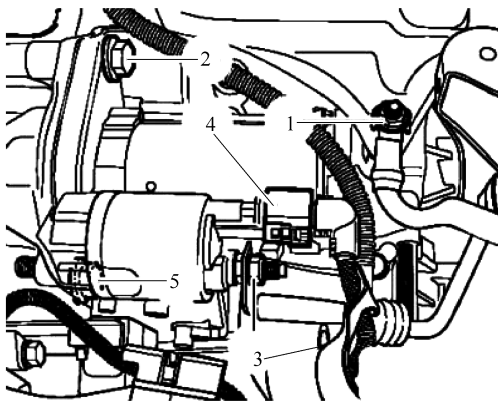

图 5-1-5 拆卸起动机
① 关闭点火开关和所有用电器，拔出点火钥匙。
② 断开蓄电池搭铁线。
③ 拆卸整个空气滤清器壳体。
④ 拆下防护罩。
⑤ 拔下插头4, 旋出固定螺母3, 取下正极导线。
⑥ 旋出起动机固定螺栓2和5, 如图5-1-5所示。